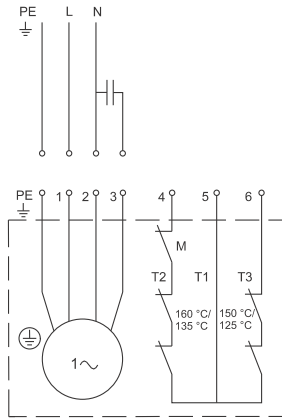

Fig. 2 Forbindelsesdiagram for 1-fasede pumper
Se fig. 2 i Appendiks.
Se fig. 2 eller 3 og monterings- og driftsinstruktionen for den valgte styringsenhed eller pumpestyring.
Ombyt to faser i elkablet hvis omdrejningsretningen er forkert. Se fig. 2 eller 3.
4. Ombyt to faser i elkablet hvis omdrejningsretningen er forkert. Se fig. 2 eller 3.